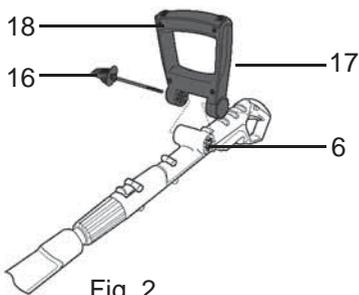

Fig. 2
- > Desserrez l'axe de blocage rapide (16) en le tournant dans le sens contraire des aiguilles d'une montre, puis retirez-le de la poignée auxiliaire (18).
- > Alignez la poignée auxiliaire (18) avec le support de poignée (6). Le compartiment de rangement (17) doit être orienté vers le haut (Fig. 2, 3).
- > Insérez l'axe de blocage rapide (16) et serrez-le manuellement, en le tournant dans le sens des aiguilles d'une montre.